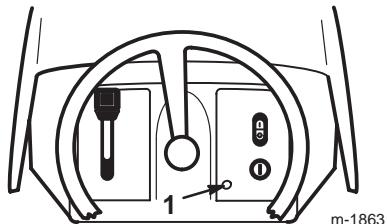

**Figure 10**
S'il est nécessaire d'utiliser la commande des lames (PDF) en marche arrière, vous pouvez désactiver ce dispositif de sécurité à l'aide du commutateur KeyChoice situé près du support du siège (Fig. 10).
2. Introduisez la clé dans le commutateur KeyChoice (Fig. 10).